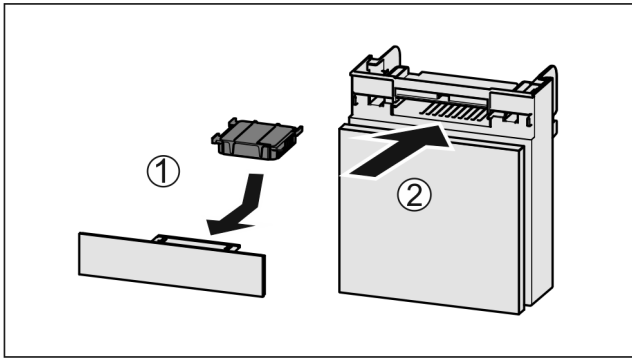

Fig. 167
- ▶ Helyezze be Fig. 167 (1) az aktívszén-szűrőt az ábrán látható módon.
- ▶ Tolja be Fig. 167 (2) a rekeszt.